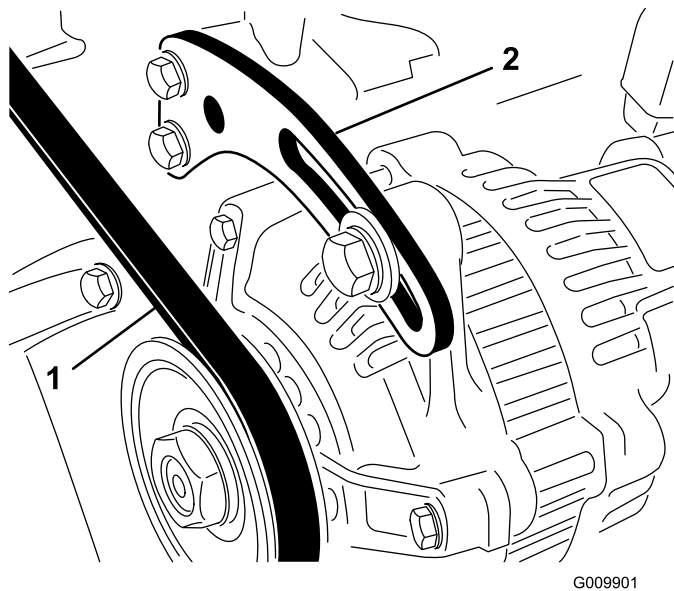

Figura 56
1. Allentate i bulloni di montaggio dell'alternatore. (Figura 56).